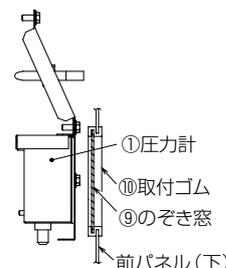

図6
- (7) エアパージを行うには圧力計側のフレアナットを少し緩め、その接続部よりシュートというエア抜き音を確認したら直ちに本締めしてください。ガス漏れのないことを確認してください。
- (8) 前パネル（下）上部のノックアウト穴を打ち抜いて、品⑨のぞき窓、品⑩取付ゴムを取付けてください。（図6）
- (9) 前パネル（下）を取付けてください。